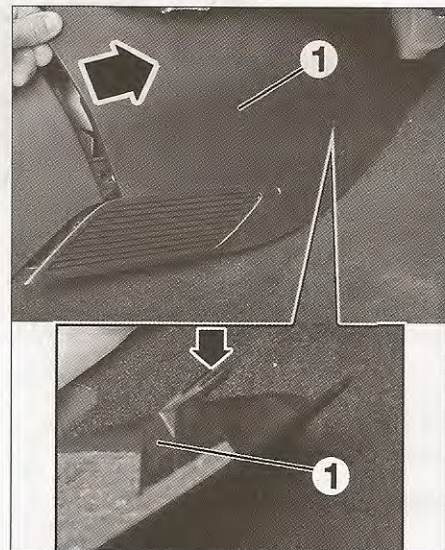

FIG. 38
- Desmontar las guarniciones laterales delanteras (1) de la consola de suelo (fig. 38).